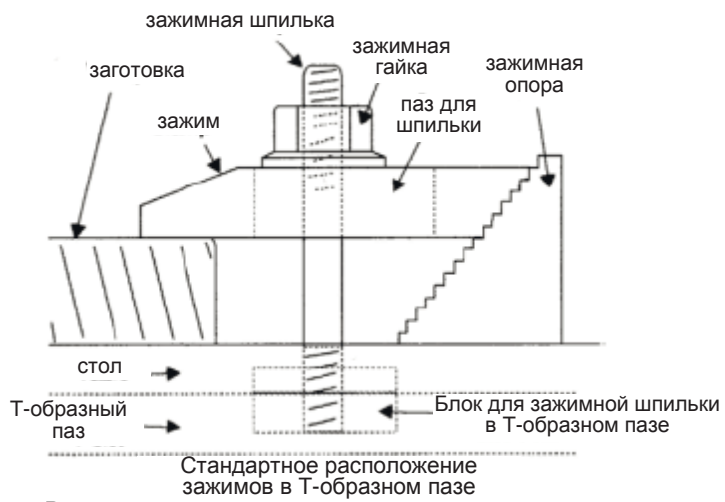

Рис. 18
4. Закрепите заготовку, используя зажимы, Т-образные пазы, шпильки и ступенчатые блоки, если требуется (Рис. 18).